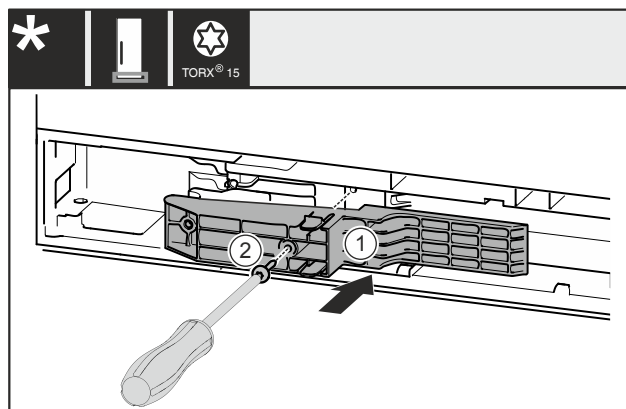

Fig. 45 *
► Inserte la pieza adaptadora Fig. 45 (1) en el hueco del lado del tirador.*
► Apriete el tornillo Fig. 45 (2) con el destornillador.*